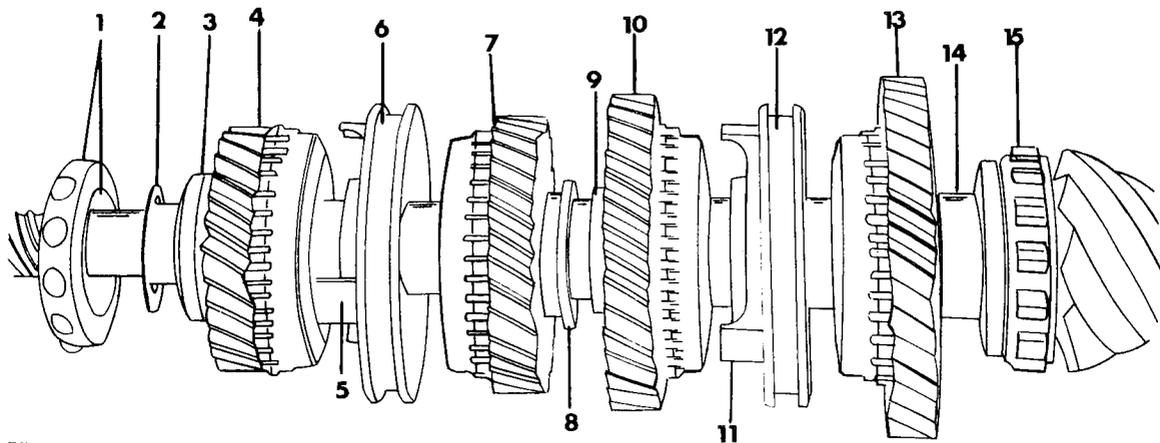
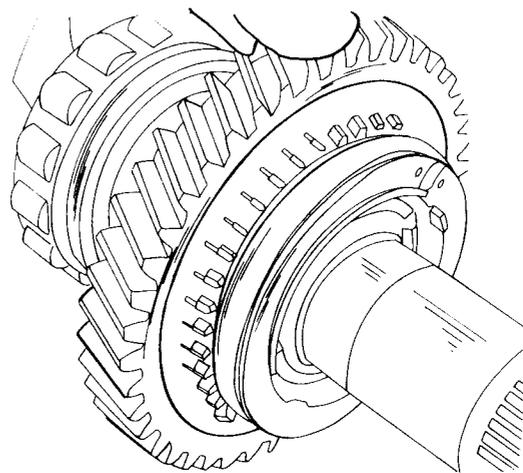
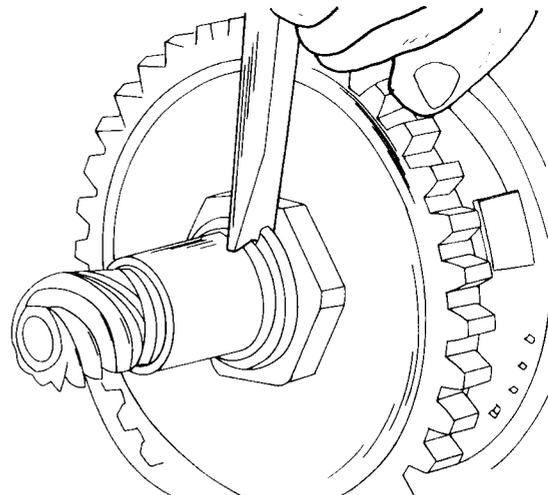

Bild 117
Bild 123
Bild 126
Unter Bezug auf Bild 117:
- Gangrad des 1. Ganges in der in Bild 123 gezeigten Richtung auf die Kegelradwelle aufschieben, gefolgt vom Synchronkörper für den 1./2. Gang, das Gangrad für den 2. Gang mit der BÜchse, das Gangrad für den 3. Gang mit der BÜchse, den Synchronkörper für den 3./4. Gang und das Gangrad des 4. Ganges mit der BÜchse. Die Reihenfolge des Einbaus ist in Bild 117 gezeigt.
Die Eingriffstiefe des Kegelrades muss jetzt, wie bereits beschrieben und wie in Bild 115 gezeigt, kontrolliert werden. Falls das beim Zerlegen vorgefundene Mass erhalten wird, stimmt die Einstellung, und die Mutter am Ende der Welle kann an einer Stelle in die Welle verstemmt werden. Dazu einen stumpfen Meissel verwenden, wie es in Bild 126 gezeigt ist. Stimmt die Einstellung nicht, muss die Welle wieder zerlegt werden und die Einstellscheibe («2» in Bild 117) oder die Scheiben, sind in ihrer Stärke zu verändern, bis das Mass stimmt.